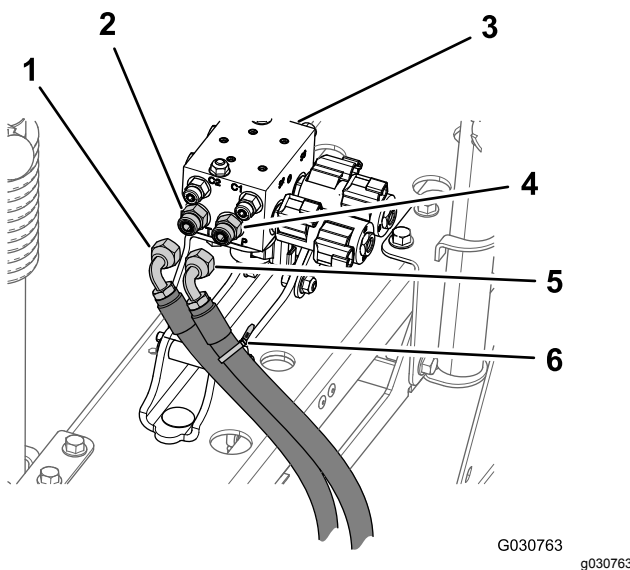

Figure 75
1. Au niveau de l'orifice P du collecteur de levage de rampe, repérez le flexible hydraulique de pression avec un attache-câble (Figure 75).
2. Débranchez les flexibles de pression et de retour hydrauliques du collecteur de levage de rampe (Figure 75).